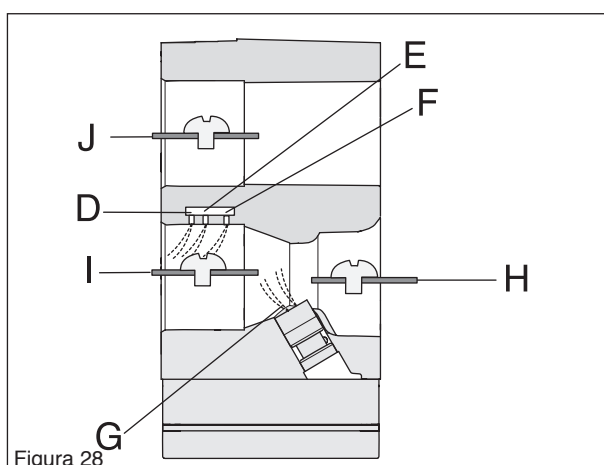

Figura 28
En la posición de plena aceleración, todas las mariposas están abiertas y se alimenta combustible por todos los difusores (D, E, F y G). La mariposa de aceleración (J) también está totalmente abierta. (Ver la figura 28.)